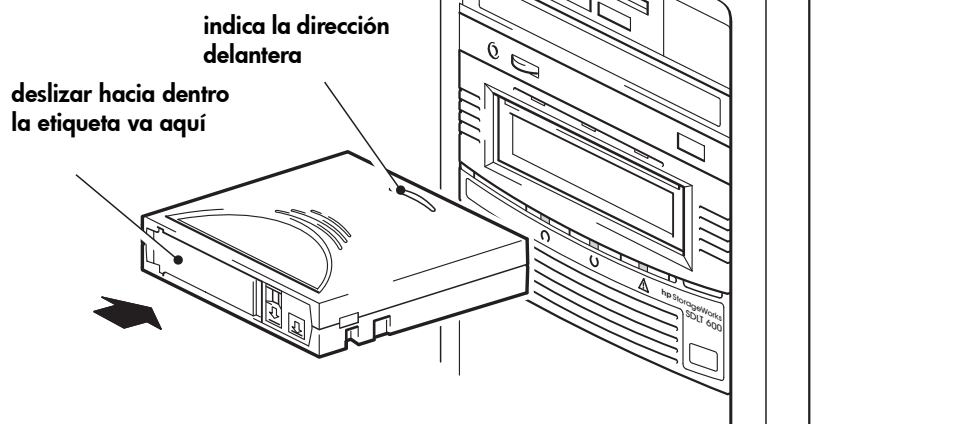

Figura 9a: carga de un cartucho
- 1 Inserte el cartucho en la ranura de la parte frontal de la unidad con las marcas hacia arriba y orientadas hacia la puerta de la unidad. Aplique una ligera presión hasta que la unidad de cinta coja el cartucho y lo cargue. (Véase la figura 9a.)